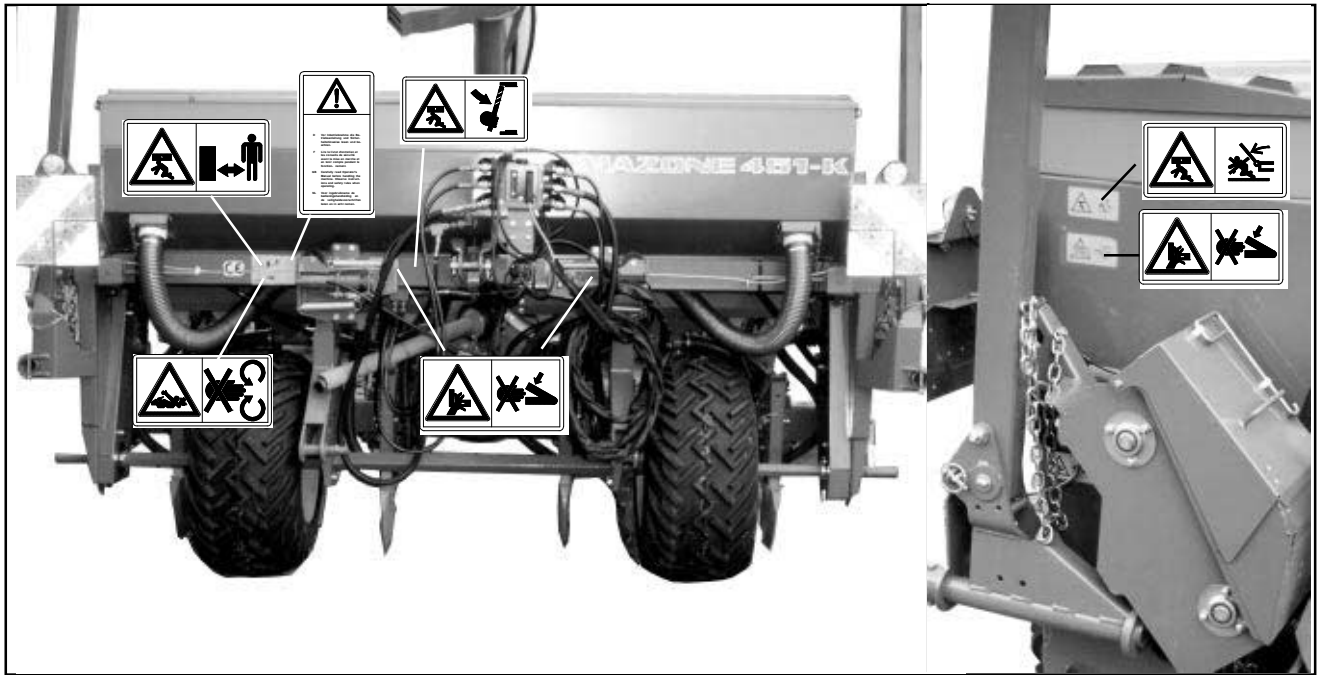
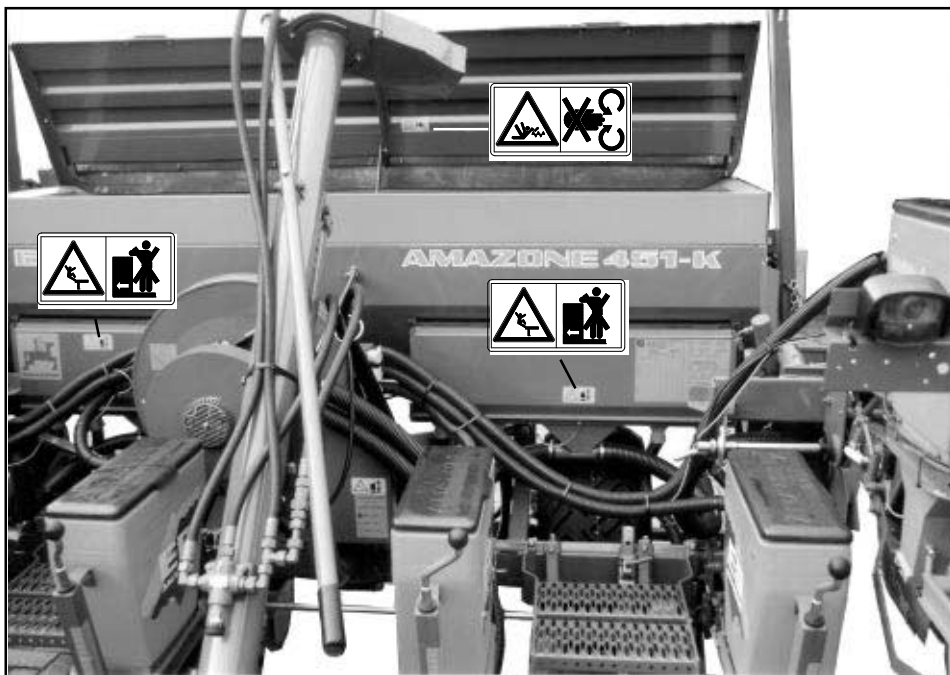

Fig. 2.1
Fig. 2.2
- Fig. 2.1 und Fig. 2.2 zeigen die Befestigungsstellen der Warnbildzeichen und Hinweisschilder. Die entsprechenden Erläuterungen finden Sie auf den folgenden Seiten.